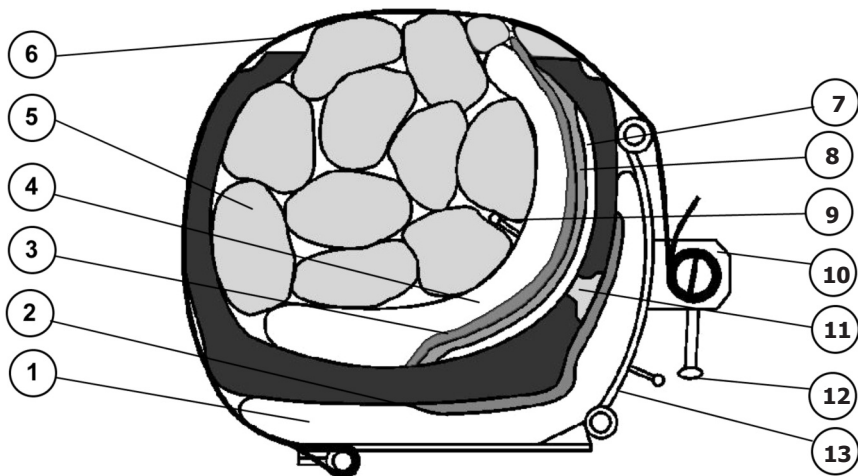

рис. 2
6.2 Установить наружную пневмоподушку (рис. 2 поз. 1) необходимого размера.
6.3 По центру наружной пневмоподушки в зоне ремонта установить наружный гибкий нагреватель (рис. 2 поз. 2).
6.6 По центру пластыря (рис. 2 поз. 8) установить внутренние гибкий нагреватель (поз. 3) необходимого размера в зависимости от размера пластыря, внутреннюю пневмоподушку (поз. 4) и необходимое количество вкладышей (поз. 5) таким образом, чтобы вкладыши
Внимание! Во избежание выхода из строя вентиля внутренней пневмоподушки необходимо обеспечить плотную укладку вкладышей симметрично пневмоподушки, при этом следить, чтобы ниппель и быстроразъемное соединение находились между вкладышами (см. Рис.2).
6.7 Завести стяжные ремни в пазы фиксаторов (рис.2, поз. 10) и, перемещая рукоятки (поз. 12) вверх, зафиксировать стяжные ремни (поз. 6), выполнив 1...1,5 оборота фиксаторов, после чего опустить рукоятки вниз. При перемещении рукояток фиксаторы удерживать при помощи съемного рычага, который вставляется в отверстие на фиксаторах. При ремонте легковых шин с установкой на адаптер, использовать три стяжных ремня.
Внимание! Во избежание нарушения целостности стяжных ремней, а также расплавления содержимого вкладышей, запрещается их непосредственный контакт с поверхностью гибких нагревателей. Для этого, а также для предотвращения выхода из строя внутреннего гибкого нагревателя, при выступании его за борт шины, необходимо установить бортовые термостойкие вкладыши (рис. 2 поз. 7).